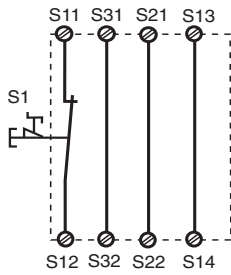
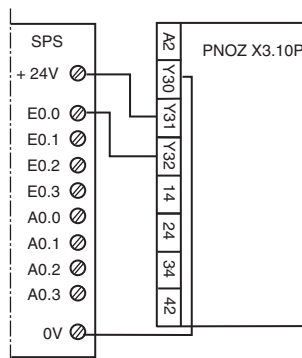

Fig. 2: Eingangskreis einkanalig, automat. Start/Single-channel input circuit, automatic reset/Commande par 1 canal, validation automatique
Fig. 11: Anschlussbeispiel für Halbleiterausgang/Connection of semiconductor output/Câblage de la sortie statique
Fig. 2 ... Fig. 11 zeigen Anschlussbeispiele für Not-Halt-Beschaltung mit automatischem und überwachtem Start, Schutztüransteuerung und Lichtschrankensteuerung sowie Kontaktvervielfachung durch externe Schütze.
- Fig. 2 und 7: **keine** Verbindung S33-S34
Beachten Sie bei Fig. 2 und 7: Das Gerät startet bei Spannungsausfall und -wiederkehr automatisch. Verhindern Sie einen unerwarteten Wiederanlauf durch externe Schaltungsmaßnahmen.
Fig. 2 ... Fig. 11 show connection examples for Emergency Stop wiring with automatic and monitored reset, safety gate control and light curtain control as well as contact expansion via external contactors.
- Fig. 2 and 7: S33-S34 **not** connected
Please note for Fig. 2 and 7: the device starts automatically after loss of power. You should prevent an unintended start-up by using external circuitry measures.
Les figures 2 à 11 représentent les différents câblages possibles du PNOZ X3P à savoir : poussoir AU avec réarmement automatique ou auto-côntrolé, interrupteurs de position, barrage immatériel et augmentation du nombre des contacts de sécurité par contacteurs externes.
- Fig. 2 et 7: **pas** de câblage sur S33-S34
Dans le cas de la figure 2 et 7, l'appareil se réarme automatiquement après une coupure et une remise sous tension. Evitez tout risque de redémarrage par un câblage externe approprié.